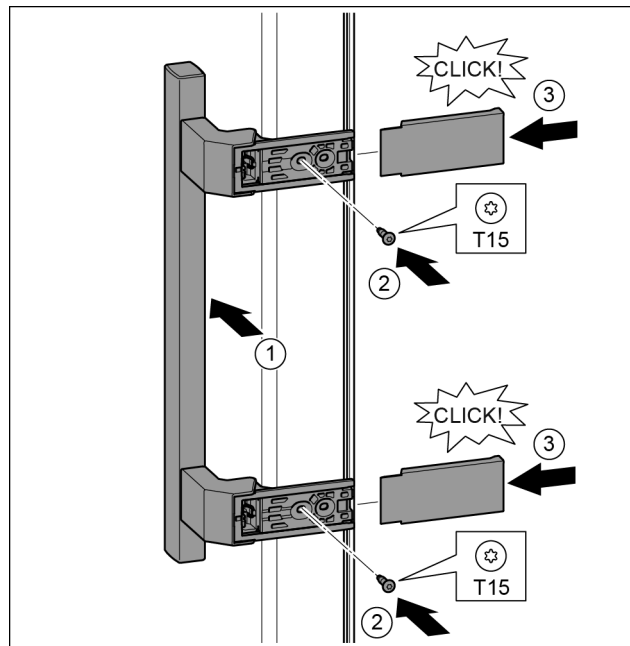

Fig. 37
- ▶ Applicare la maniglia sul lato opposto. Fig. 37 (1)
- ▶ Serrare le viti con il cacciavite T15. Fig. 37 (2)
- ▶ Applicare le coperture lateralmente e inserirle spingendo. Fig. 37 (3)